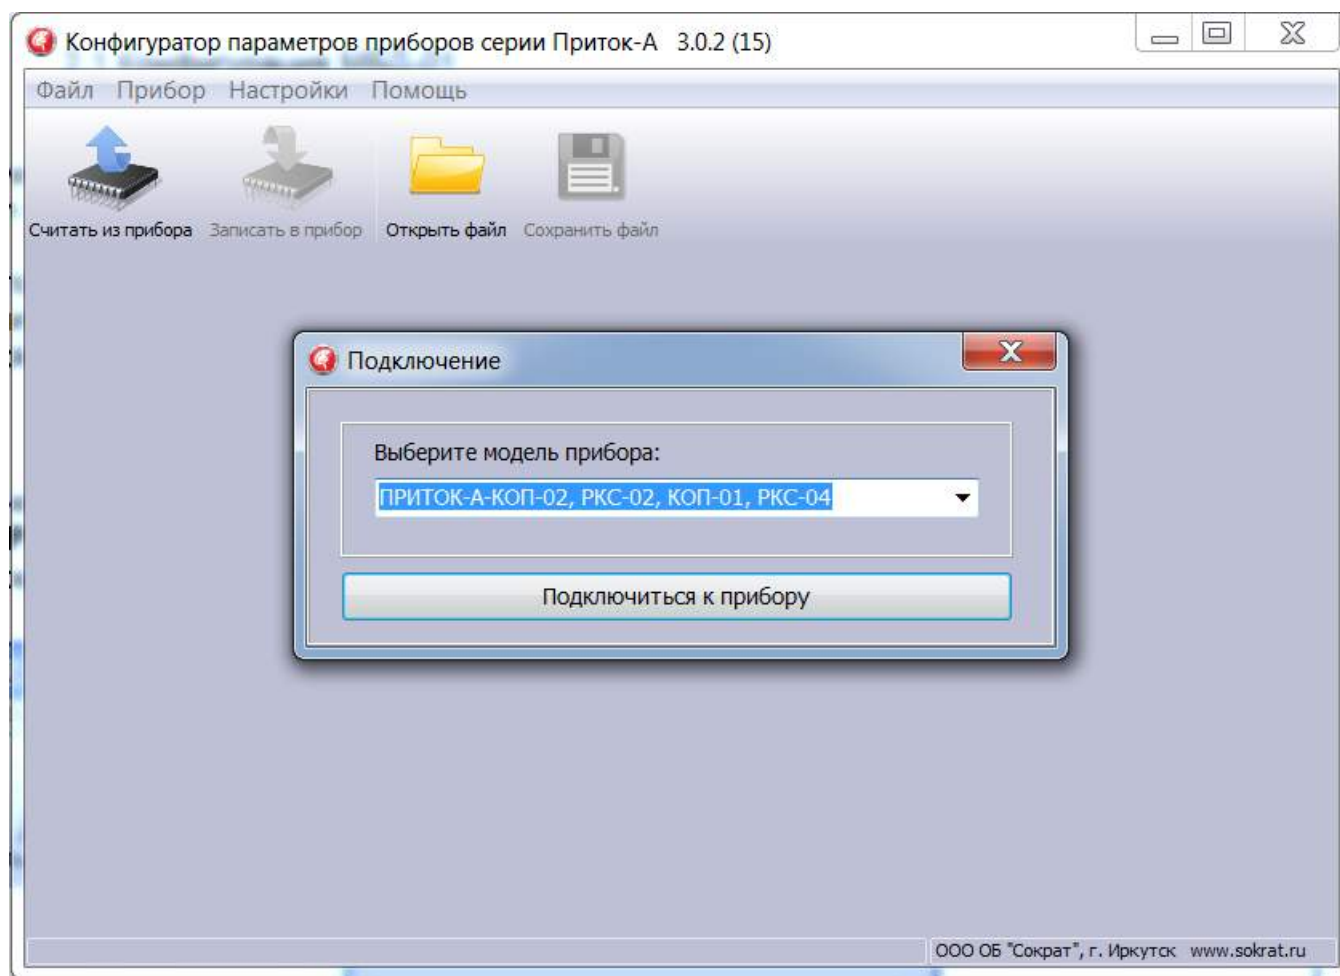

Рисунок 3
1) Подключите КОП к компьютеру с помощью стандартного кабеля miniUSB и запустите программу «Конфигуратор параметров приборов серии Приток-А». В левом верхнем углу окна программы нажмите кнопку «Считать из прибора». В появившемся окне «Подключение» выберите из списка «ПРИТОК-А-КОП-02, РКС-02, КОП-01, РКС-04» и нажмите кнопку «Подключиться к прибору» (см. рисунок 3). Дождитесь завершения чтения параметров от КОП.